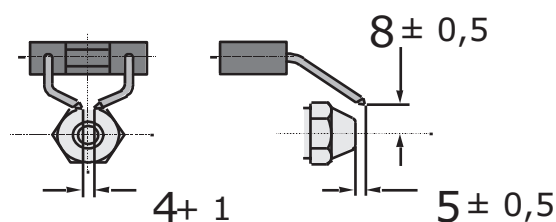

Fig. 510
- Vérifier la distance entre les pointes de l'électrode et la buse de pulvérisation (voir Fig. 510).
- Contrôler la distance entre les électrodes (voir Fig. 510).